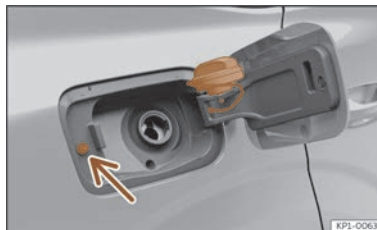

Abb. 201 Tankklappe mit aufgestecktem Tankverschluss.
- Platzieren Sie den Verschluss in der Aussparung, die sich im Scharnier der geöffneten Tankklappe befindet >>> (Abb. 201).
Nicht den Taster für Tankdeckelverriegelung >>> (Abb. 201) (Pfeil) berühren. Das System interpretiert ansonsten, dass der Tankvorgang beendet ist und ein weiteres Betanken ist nicht mehr möglich. Um weiter tanken zu können, drücken Sie erneut den Taster  in der Fahrertür.